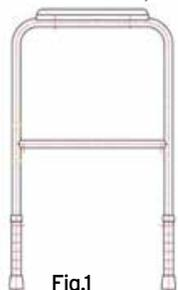

Fig.1
- Rimuovere tutti gli imballi e preparare tutte le componenti per l'assemblaggio. (Fig.1)